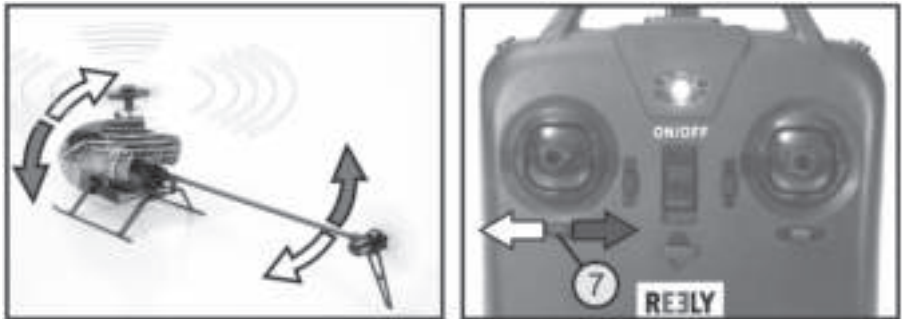

Figure 14
Si vous voulez que l'hélicoptère tourne avec le nez du fuselage vers la droite, appuyez sur le bouton de trim pour la fonction Arrière (voir aussi figure 1, pos. 7) vers la gauche. Maintenez la touche enfoncée jusqu'à ce que le modèle ne tende plus à tourner vers la droite (voir flèches claires de la figure 14).
Si le nez du fuselage tourne vers la gauche, le bouton de trim pour la fonction Arrière doit être poussé vers la droite (voir la flèche foncée de la figure 14).
L'hélicoptère tourne autour de l'axe de giration (arbre du rotor).	<ul style="list-style-type: none">• Ajustez les trims du modèle (voir figure 14).• Répétez la procédure de mise en marche en veillant à ne pas déplacer ni tourner l'hélicoptère.• Vérifier la mobilité et le fonctionnement du rotor de queue.• Étalonnage des capteurs de position.• Vérifiez les pales du rotor.